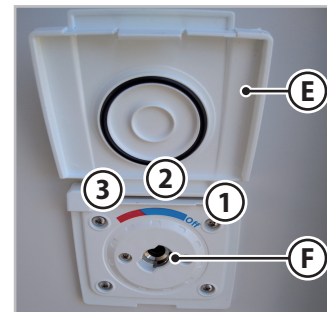

Fig. 6.40 - Stikkontakt for tilkobling av hånddusj
1. Løft klaffen (**E** - Fig. 6.40).
2. Sett den medfølgende slangen inn i tilkoblingen (**F** - Fig. 6.40).